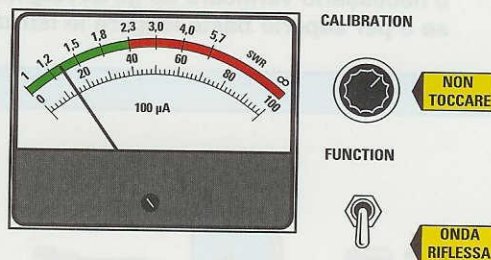

Fig.13 Senza più toccare il potenziometro R5, commutate il deviatore S1 su onda Riflessa e poi osservate in quale posizione si ferma la lancetta del tester.
- Se invece la lancetta del tester si posiziona sull'**inizio scala** (vedi fig.13), i due fili risultano collegati **correttamente**.
Ottenuta questa condizione, spostate la **leva** del deviatore **S1** sulla posizione **onda riflessa** e verificate su quale posizione si ferma la lancetta dello strumento (vedi fig.13).
Guardando lo schema elettrico di fig.13 avrete già intuito che il ponte raddrizzatore di potenza è composto dai due SCR siglati SCR1-SCR2 e dai due diodi di potenza siglati DS3-DS4.